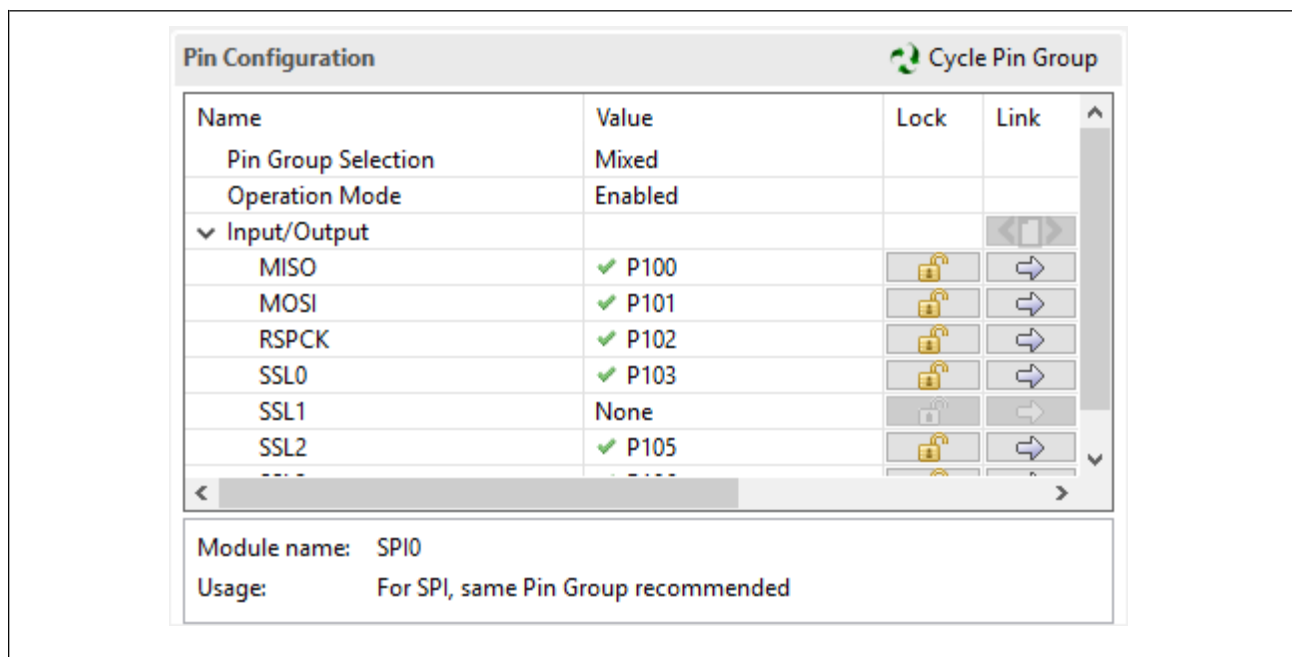

图 20. 使用 Renesas FSP 中的引脚配置器使能 QSPI 引脚
- 图 20 为使用 Renesas FSP 的引脚配置器使能 QSPI 引脚的示例。